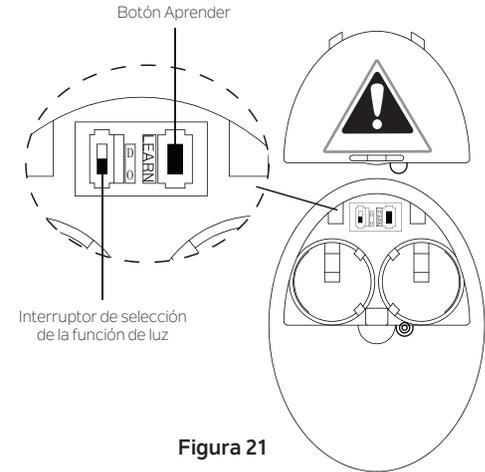

Figura 21
INTERRUPTOR DE SELECCIÓN DE LA FUNCIÓN DE LUZ (Figura 21)
Paso 2. Restablezca la alimentación al circuito derivado del ventilador de techo en el disyuntor o en la caja de fusibles. Dentro de los 30 segundos posteriores a la restauración de la alimentación, mantenga presionado el botón APRENDER en la parte posterior del transmisor (**Figura 21**) durante 3 segundos. El ventilador se encenderá a velocidad media.